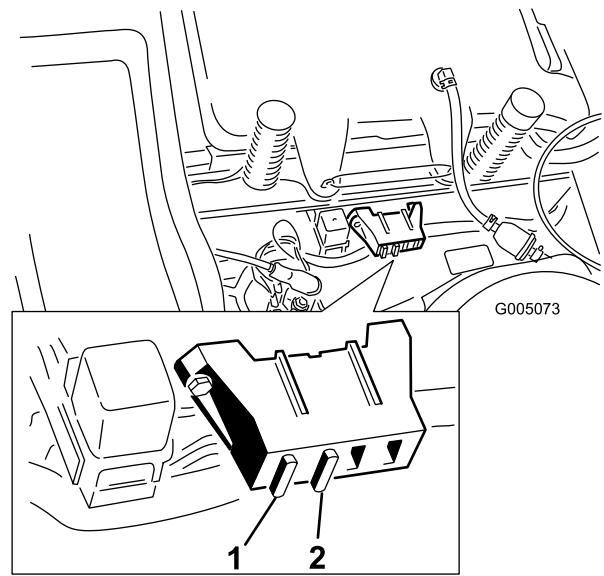

Figure 36
1. Soulevez le siège pour accéder au porte-fusibles (Figure 36).
2. Pour remplacer un fusible, tirez dessus pour l'enlever (Figure 36).